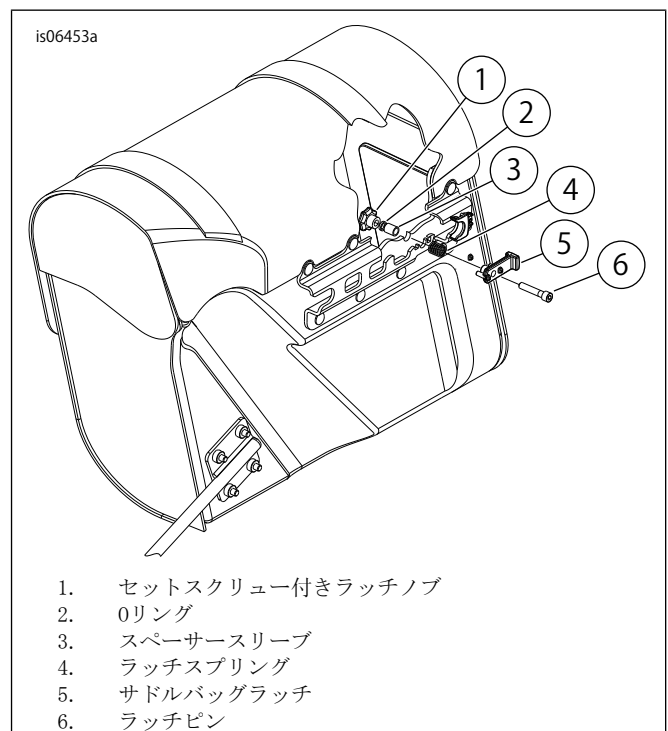

図5。サドルバッグラッチアッセンブリー
1. 「図5」を参照。サドルバッグカバーをロック解除し、クリップを外し、サドルバッグを開く。